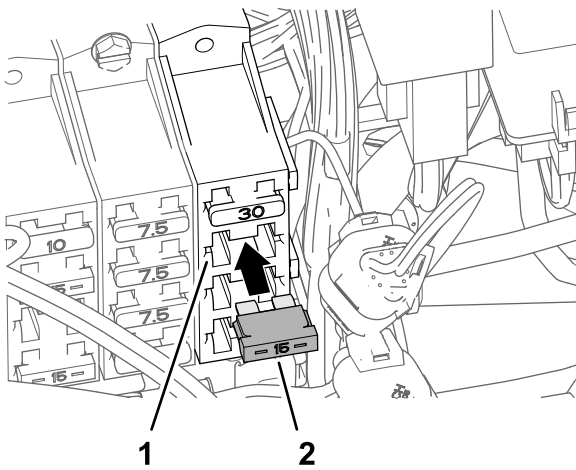

Bild 193
6. Setzen Sie die Sicherung (15 A) in die Sicherungsfassung 2 des Sicherungskastens 3 ein, bis sie fest sitzt (Bild 193).